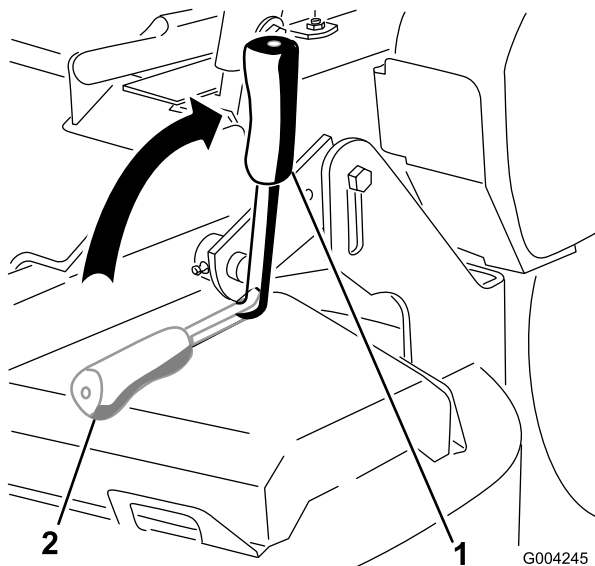

Figure 9
2. Tirez le frein de stationnement vers le haut et l'arrière pour le serrer (Figure 9). Une fois serré, le frein de stationnement ne doit plus bouger.
Poussez le levier du frein de stationnement vers l'avant et vers le bas (Figure 9) pour le desserrer.